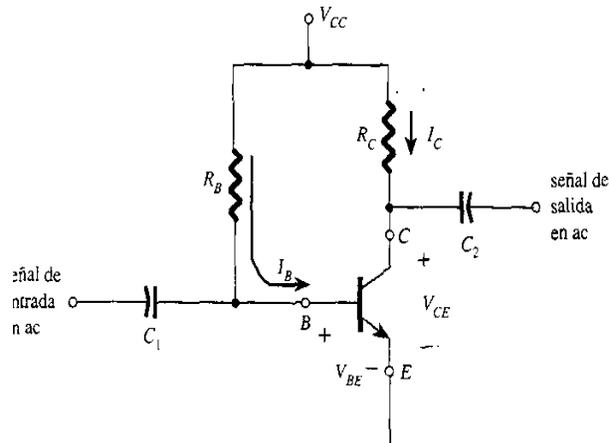
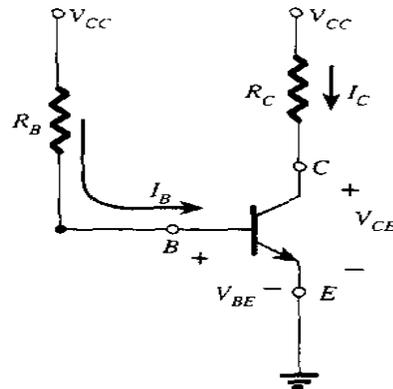

Figura 4-9 Circuito de polarización fija
Figura 4-10 Equivalentes de DC
“El circuito de polarización fija (figura 4-9) ofrece una introducción relativamente directa y simple al análisis de la polarización en corriente directa (DC) de transistores”.¹⁷ Aunque la red utilice un transistor *NPN*, las ecuaciones y los cálculos se pueden adaptar con facilidad a la configuración con transistor *PNP*, con sólo cambiar todas las direcciones de la corriente y los voltajes de polarización. Las direcciones de corriente de la figura 4-9 son las reales, y los voltajes están determinados por la notación estándar de doble subíndice.
Para el análisis en DC, la red debe aislarse de los niveles de corriente alterna (AC), reemplazando los capacitores puede separarse en dos fuentes (para finalidad de análisis solamente) como se muestra en la figura 4-10, para permitir una separación de los circuitos de entrada y de salida. También reduce
la unión de las dos corrientes que fluyen hacia la base I_B . Como se analiza, la separación es válida, como indica la figura 4-10, donde V_{CC} está conectada directamente a R_B y R_C , justo como en la figura 4-9.
Considera primero la malla del circuito base-emisor de la figura 4-10. Al escribir la ecuación de voltaje de Kirchhoff en la dirección de las manecillas del reloj, se obtendrá: